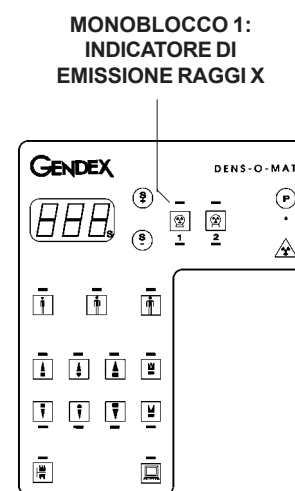

Figura 2
- 4) Premere il comando-raggi e verificare che l'indicatore Emissione raggi X (vedere figura 2) del Monoblocco 1 si accenda e che durante l'emissione il sistema emetta un segnale acustico.